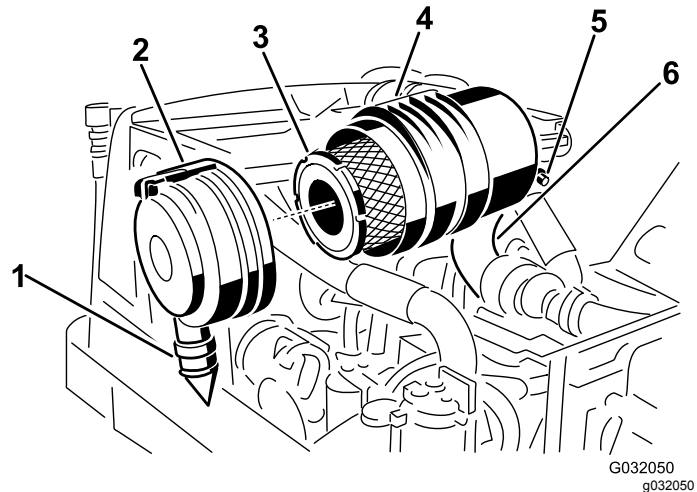

Figura 46
- Togliete il filtro primario dell'olio (Figura 46).
- Sostituite il filtro primario dell'olio (Figura 46).
ore 5 e le ore 7 vista dall'estremità e fissate il fermo (Figura 46).